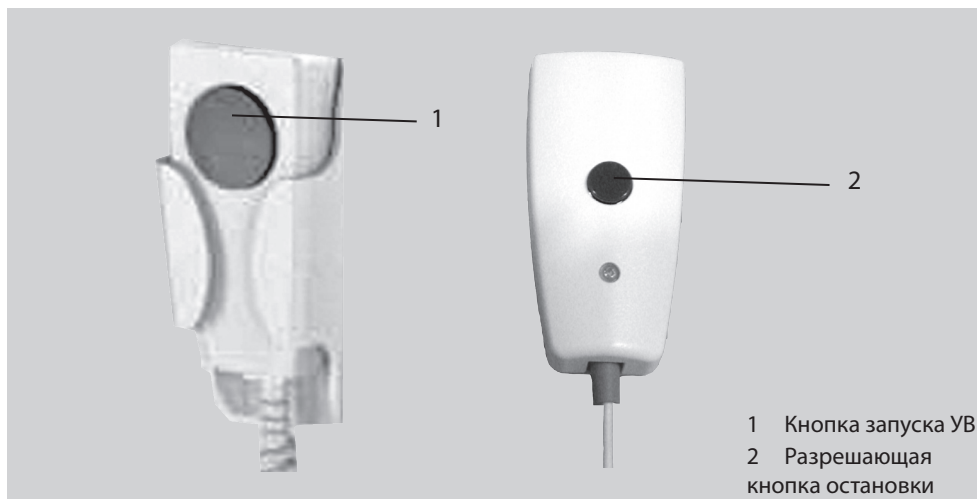

Рис. 4-13 Ручной выключатель 1 Кнопка аварийной остановки
- Кнопка запуска ударных волн на передней стороне (рис. 4-13/1)
- Разрешающая кнопка на задней стороне (рис. 4-13/2).